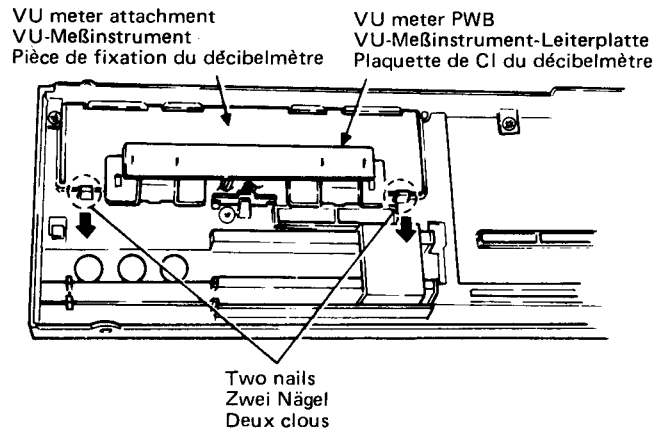

Fig. 4 Abb. 4
5. **VU meter (Fig. 4)**
5. **VU-Meßinstrument (Abb. 4)**
5. **Décibelmètre (Fig. 4)**